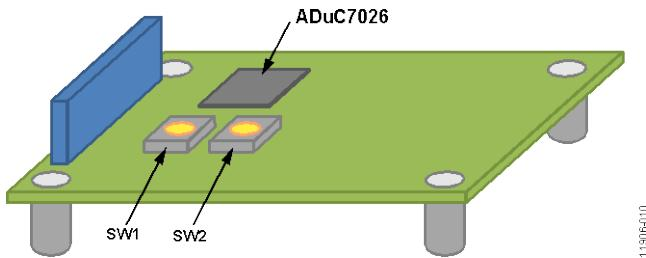

図 10.マイクロコントローラ・ファームウェア変更用の ISEB スイッチの位置
2. 次の順に ISEB 上の 2 個のボタン(図 10 参照)を押して、ファームウェアを変更します。